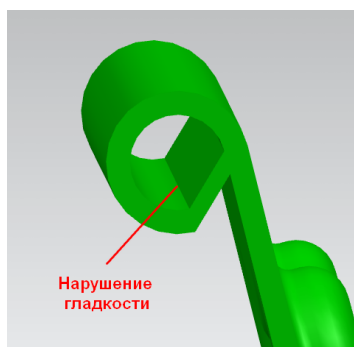

Рис. 1.69. Нарушение гладкости между гранью сгиба и плоской гранью
- нарушение гладкости между плоской гранью и гранью сгиба (рис. 1.69);